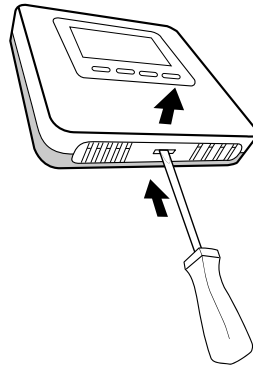

Fig. 11
- Séparer la base de fixation du capteur d'ambiance en exerçant une légère pression sur la languette placée en bas (Fig. 11).